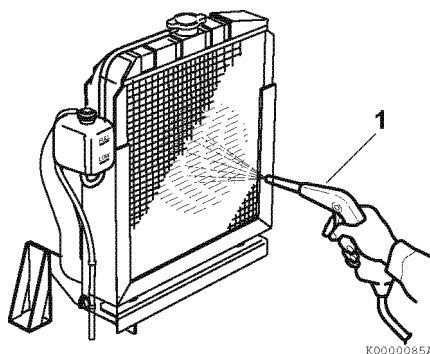

Рисунок 11
- Сдувайте грязь и пыль с пластин и радиатора сжатым воздухом (**Рисунок 11, (1)**) под давлением не более 0,19 МПа (2 кгс/см²). Следите за тем, чтобы не повредить пластины сжатым воздухом.